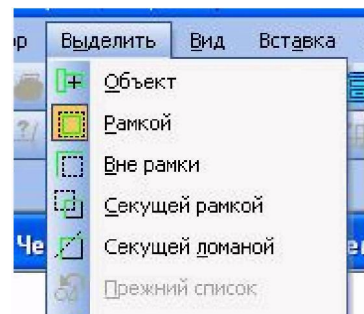

Рис. 1.20. Випадаюче меню Виділити
- 2) у меню, що з'явився (рис. 1.20) вибрати пункт Рамкою;